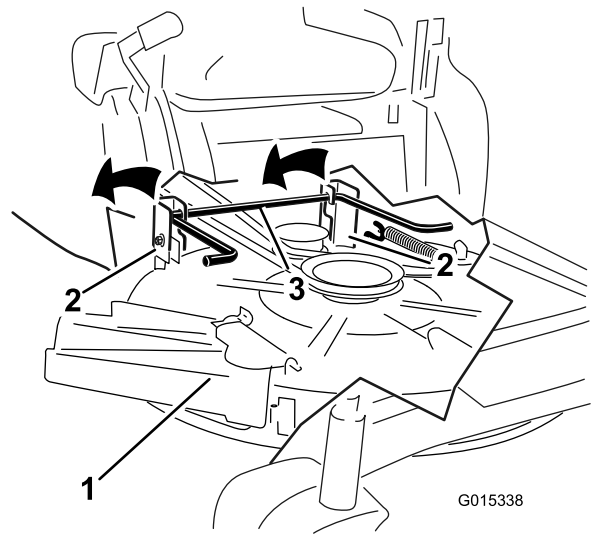

Figura 56
5. Eleve la carcasa del cortacésped y desenganche la varilla de elevación trasera de las pletinas de suspensión, y baje el cortacésped con cuidado al suelo (Figura 56).
- Eleve la parte trasera de la carcasa del cortacésped y coloque las pletinas de suspensión sobre la varilla de elevación trasera (Figura 56).